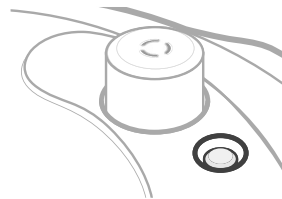

Abbildung 4.3
- 10. Das Schwimmerventil sinkt hinein und zeigt damit an, wenn der Druck abgelassen wurde. **[Abbildung 4.3]**